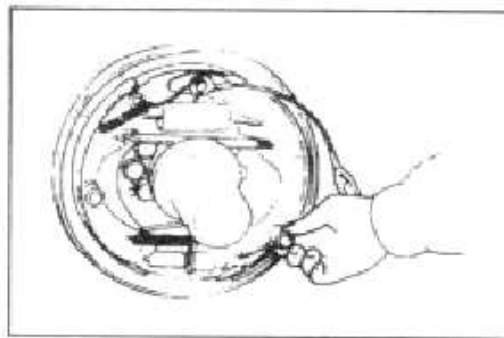

Рис. 6-23
(5) Используйте Е-образное стопорное кольцо, чтобы закрепить тросик стояночного тормоза.
(6) Смонтируйте тормозную колодку на нижнюю пластину, используя фиксирующую пружину. Нижняя часть вспомогательной колодки должна быть смонтирована при помощи фиксирующей пружины после установки шайбы, манжеты и регулировочного рычага, чтобы прижимное седло находилось в отверстиях тормозной колодки и регулировочного рычага. (Рис. 6-23).